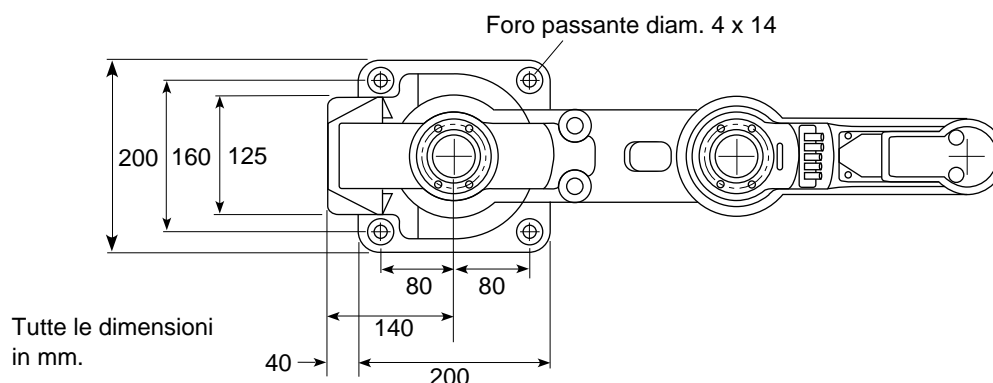

Figura 2-2. Percorso del foro di montaggio (tra robot e superficie di montaggio)
Il robot Adept 550 è concepito per essere montato su un piano liscio, piatto e orizzontale. La struttura di montaggio deve essere abbastanza rigida da evitare vibrazioni e flessioni durante il funzionamento del robot. Eccessive vibrazioni o flessioni della superficie di montaggio degraderanno le prestazioni del robot. La Figura 2-2 illustra il percorso del foro di montaggio del robot Adept 550.
1. Rispettando le dimensioni illustrate nella Figura 2-2, forare e maschiare la superficie di montaggio per quattro bulloni commerciali M12 - 1,75 x 36mm (o 7/16 - 14 UNC x 1,50 poll.), non forniti. Vedere la Tabella 2-4 per le specifiche sui bulloni e sulla torsione.